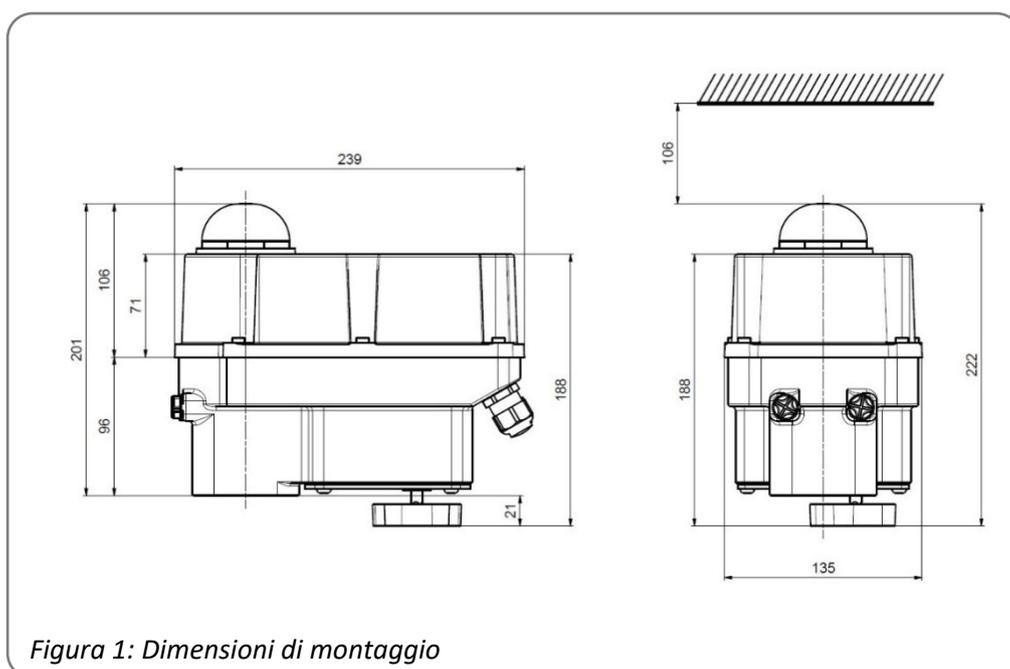
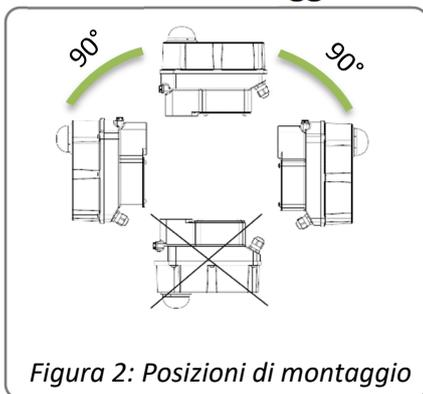

Figura 1: Dimensioni di montaggio
Figura 2: Posizioni di montaggio
- Gli attuatori devono essere posizionati lasciando uno spazio sufficiente per rimuovere il pannello (*Figura 1*). La posizione di montaggio è arbitraria, ad eccezione del "pannello abbassato" (*Figura 2*).